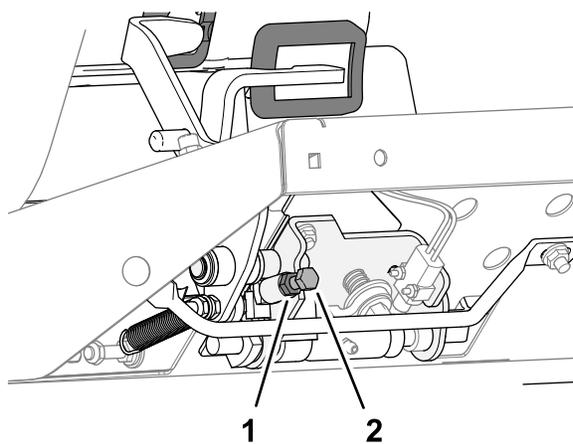

Рисунок 85
- Для уменьшения скорости скашивания поверните упорный винт ограничения скорости (Рисунок 85) по часовой стрелке.